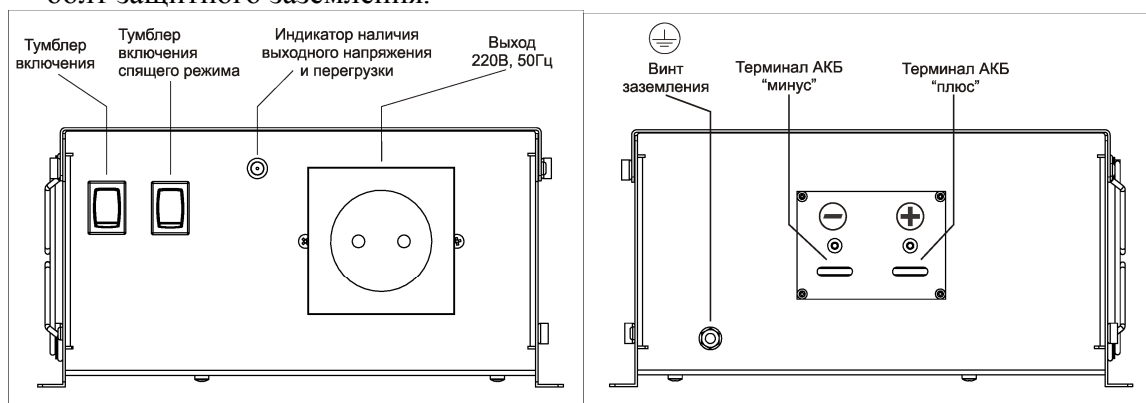

Рис.1.
4.2. На лицевой панели преобразователя расположены (см. Рис.1):